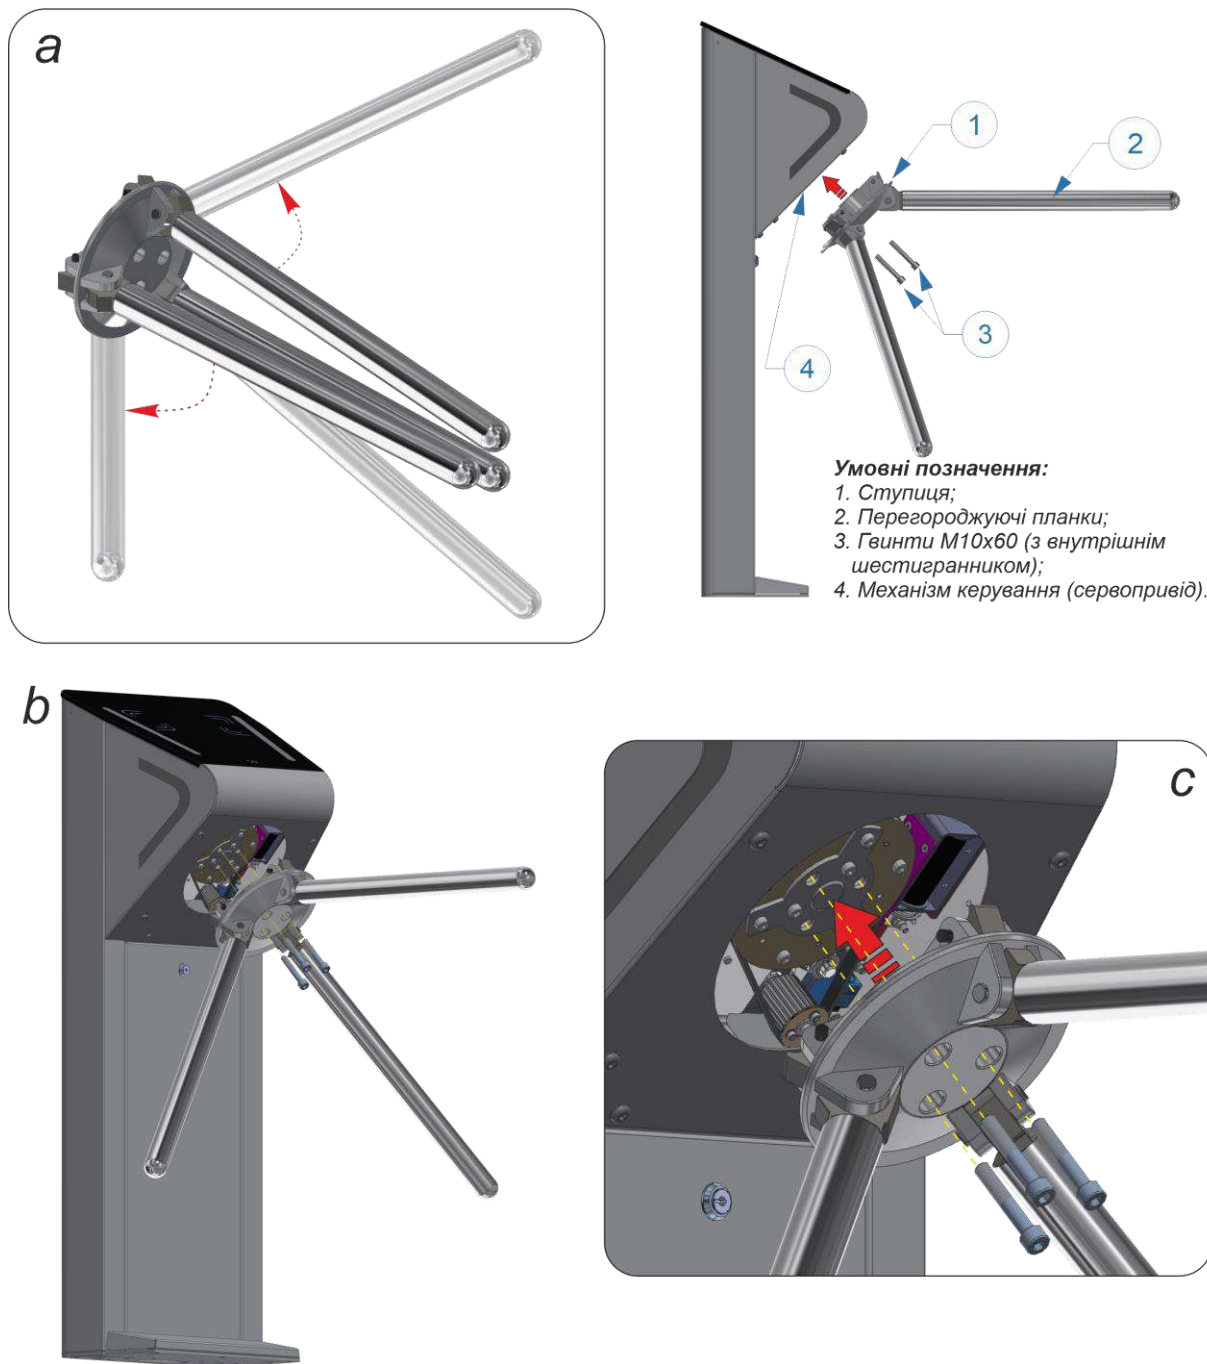

Рис. 17 – Встановлення ступиці з планками в корпус турнікету-триподу
а) Вручну розкласти планки (2) ступиці (1) (див. рис.17).